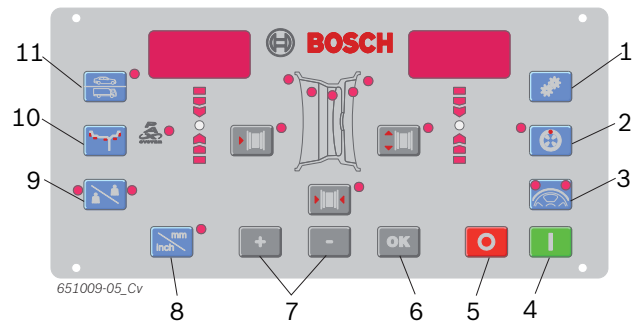

Fig. 4: Knappar på manöverpanel/indikeringspanel
- ➔ Med lysdiодerna (fig. 4, pos. 1) visas balanseringsnivåernas lägen för varje balanseringsprogram.
II Vid ett valt PAX-balanseringsprogram lyser dessutom lysdiодen Pax (fig 4, pos. 10).
2. Välj det fastställda fälgavståndet med <-> eller <+>-knappen för fälgavstånd (fig 4, pos 7).
4. Välj den fastställda fälgbredden med <-> eller <+>-knappen för fälgbredd (fig 4, pos 6).
6. Välj den fastställda fälgdiametern med <-> eller <+>-knappen för fälgdiameter (fig 4, pos 2).
- ⇒ <SPLIT>-knappens (fig 4, pos 5) båda lysdioder lyser.
- ⇒ När läget för montering av balansvikten nås, lyser lysdioden (fig 4, pos 3). En signal bekräftar det riktiga läget (bakom en eker).
Pilformade lysdioder (fig 4, pos 11) visar i vilken riktning hjulet måste vridas för att nå läge klockan 12 för montering av balansvikten.
- ⇒ När det riktiga läget för montering av en balansvikt uppnås, lyser lysdioden (fig 4, pos 3) och en signal bekräftar det riktiga läget.